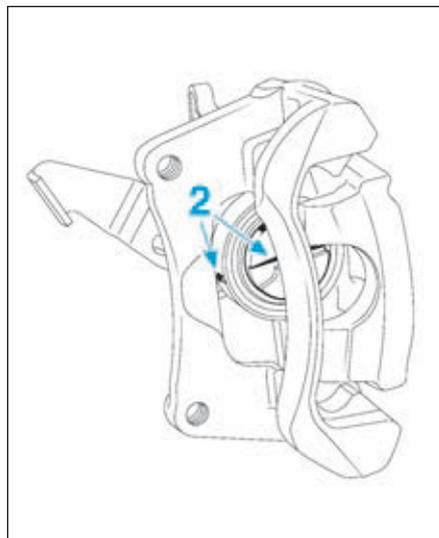

FIG.6
Une flèche sur l'étrier indique le sens de rotation du piston. Les repères (2) du piston et de l'étrier doivent être alignés (Fig.6).